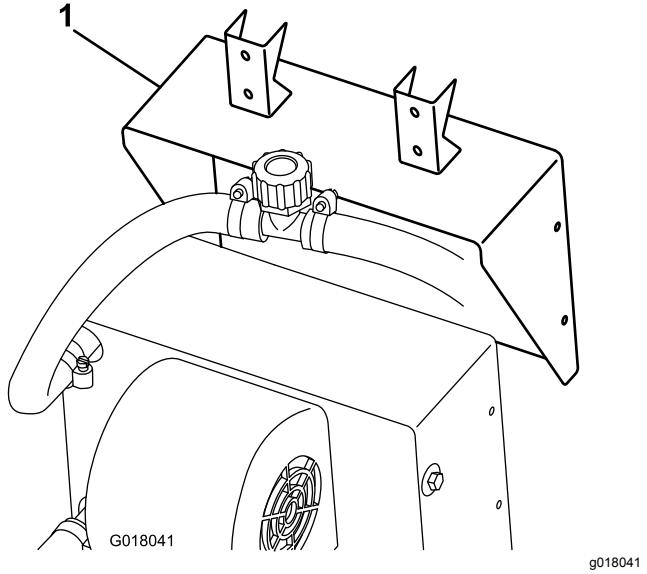

**Figure 2**
- Fixez légèrement le flexible coudé au raccord inférieur du chauffage avec un collier (Figure 2).
- Raccordez la vanne de chauffage au flexible coudé avec un collier (Figure 2).
- Coupez un morceau de 31 cm du flexible (5/8 pouce) et fixez-le au raccord supérieur du chauffage avec un collier (Figure 2).
- Fixez le raccord en T blanc, un joint et le bouchon au flexible supérieur du chauffage avec un collier (Figure 2).